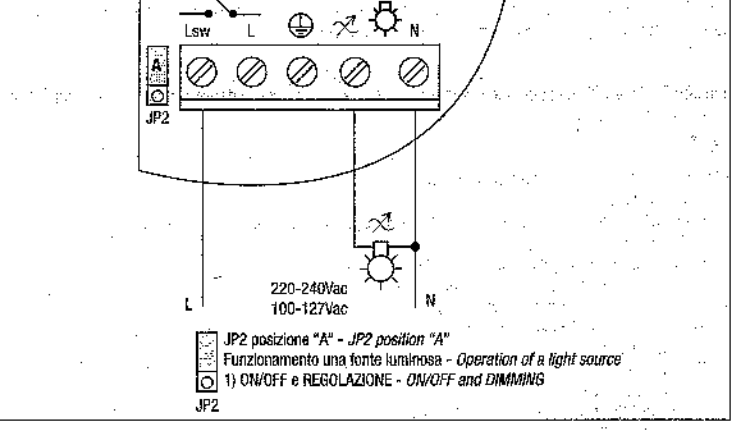

Fig. 2
- Betrieb mit 4 Drähten - zwei Lichtquellen (Abb. 2). Die Ein- und Abschaltung der Lichtquelle erfolgt durch Druck des Schalters, die Regelung erfolgt direkt am Cursor.
- Funcionamiento 4 cables - dos fuentes luminosas (Fig. 2): El encendido y el apagado de la fuente luminosa tienen lugar presionando el interruptor, la regulación se realiza directamente en el cursor;
- Betjening 4 ledninger - to lyskilder (fig. 2). Lyskilden tændes og slukkes ved at trykke på kontakten, justeringen af lyset foretages direkte på markøren. Tæt ved* den minimale lysintensitet slukker dæmperen automatisk for ledningen.